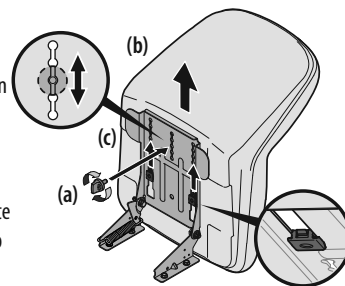

Figura 4
4. Deslice el asiento (b) hacia atrás en el soporte de pivote del asiento (c), alineando una de las ranuras del soporte de pivote del asiento (c) con el orificio que está en la parte posterior central de la base del asiento (b). Consulte la Figura 4.
**NOTA:** Asegúrese que las dos lengüetas del asiento se enganchen en el soporte de pivote del asiento, como se muestra en el recuadro inferior derecho de la Figura 4.